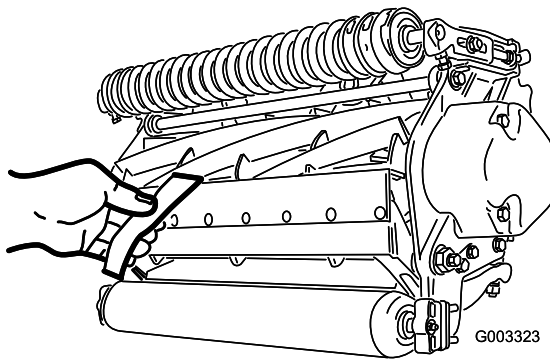

Bild 9
5. Vergewissern Sie sich nach dieser Einstellung, dass die Spindel Papier einklemmen kann, das von vorne eingeführt wird, und Papier schneiden kann, das senkrecht zum Untermesser eingeführt wird (Bild 9). Papier müsste sich mit minimalem Kontakt zwischen Untermesser und Spindelmessern schneiden lassen. Wenn ein zu großer Spindelwiderstand besteht, läppen oder schleifen Sie das Mähwerk nach, um die für einen genauen Schnitt erforderlichen scharfen Kanten zu erhalten (weitere Angaben finden Sie in der Toro Anleitung Schärfen von Spindel- und Sichelmähern, Form No. 80-300PT).